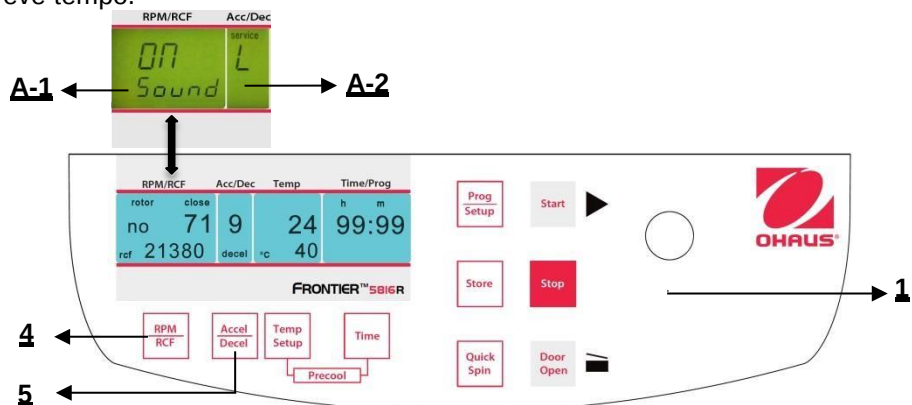

Figura 35
Procedere come descritto al punto 4.1.1 per inserire questa modalità programma e poi premere il tasto **"Accel/Decel"** (5). Sul display **"Acc/Dec"** (A-2) lampeggia la parola **"Service"**. Selezionare adesso la lettera **"I"** con la manopola di regolazione (1). Di conseguenza, compaiono le parole **"On Sound"** sul display **"RPM | RCF"** (4). Se adesso si preme il tasto **"RPM | RCF"** (4), lampeggia la parola **"On"** e si può disattivare la suoneria, con la manopola di regolazione(1) (Vedere figura 35).